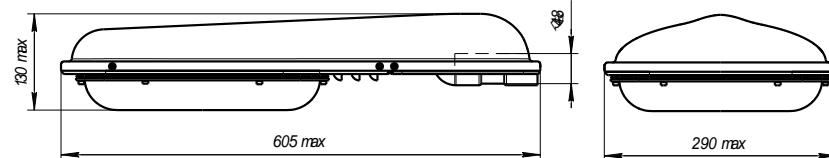

Рис.1
1.1. Светильник серии GALAD СЕВЕР LED (рис.1) со светодиодными источниками света устанавливают на опорах с Г-образным кронштейном диаметром 48 мм под углом 15...20 град. к горизонту и предназначены для освещения улиц, дорог со средней и низкой интенсивностью движения транспорта, автостоянок, железнодорожных платформ, дворовых территорий и т.п.